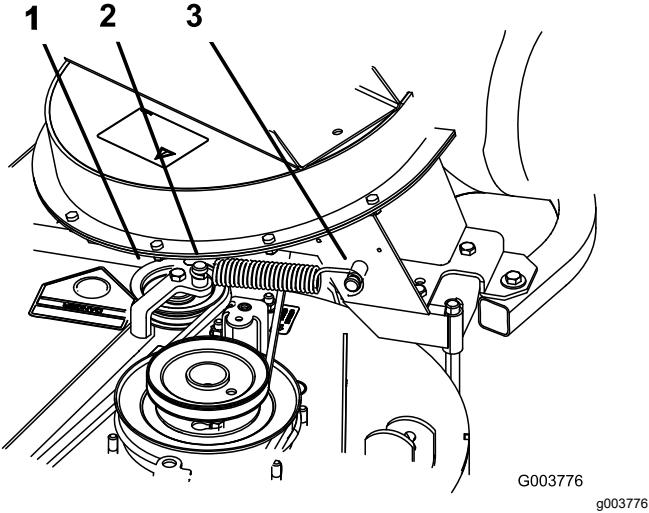

Bild 45
- Setzen Sie die Feder ein, siehe Bild 45.